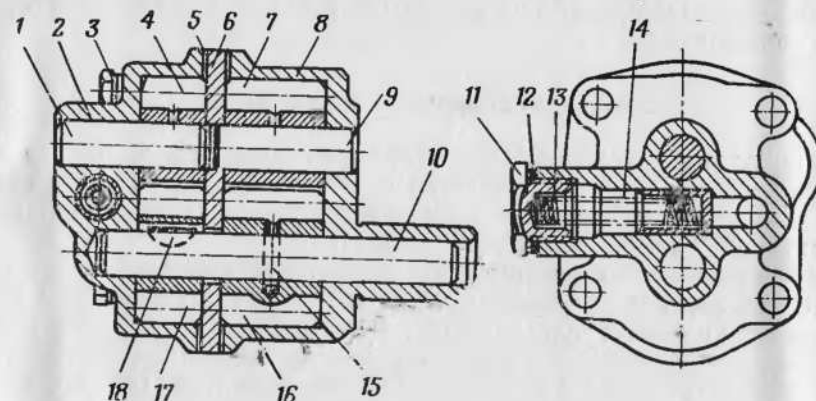

Рис. 56. Масляный насос:
1. Вывернуть болты 3 (рис. 56) и отъединить корпус 2 нижней секции от корпуса 8, снять перегородку 6 в сборе с валиком 10 и шестернями 16 и 17.